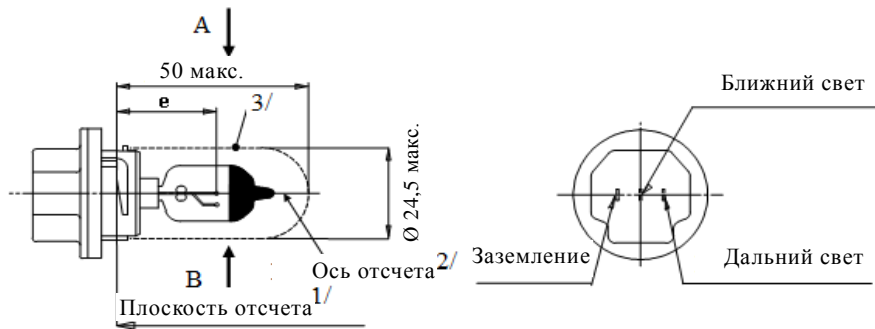

Рис. 1
- ^{3/} Стекло колбы и держатели не выступают за пределы оболочки, как показано на рис. 1. Центр оболочки совпадает с осью отсчета.